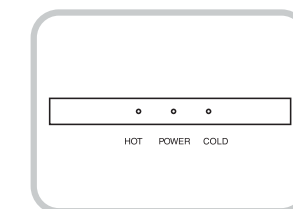

Fig.3
5. Prenda el interruptor de agua caliente, espere un par de minutos y luego prenda el interruptor de agua fría. Permita que la unidad alcance las temperaturas mínimas del agua caliente y agua fría. Esto tomará aproximadamente 45 minutos y las Luces Indicadoras se apagarán. (Fig. 3)